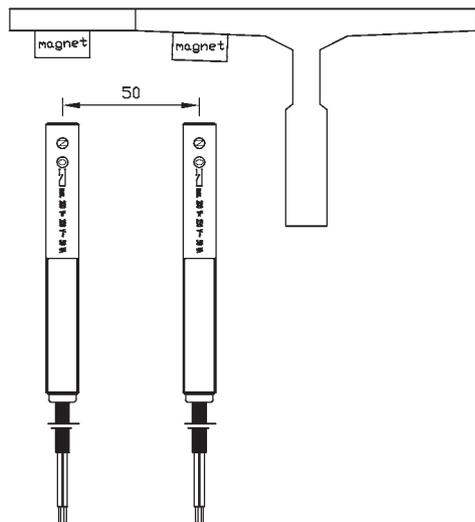

FIG. 1
Anche i sensori della serie C, sia monostabili che bistabili, possono risentire dell'interazione di magneti posti nelle vicinanze. Si consiglia di mantenere sempre una distanza minima tra i magneti di 50 mm (Fig. 1) che può arrivare fino a 70mm nel caso dei sensori più sensibili (sigla identificativa del contatto = 1A). L'unico caso in cui è esclusa qualsiasi interazione, che è anche fortunatamente quello più comune, è quello in cui i due magneti siano posti sui due lati della guida come mostrato in figura 2.
*The activation distance from the magnet MFA 020 004 010 fixed on a rail is about 30 mm, however it is suggested a working distance of 20 mm (B) that it doesn't have to go down below the 10 mm (C); if two magnets are close to each other, a mutual distance of 50 mm (A) is recommended.*
*Also the C series sensors, monostables and bistables, can suffer some interaction by magnets set in the proximities. We advise to always maintain at least 50 mm (Fig. 1) distance among the magnets up to 70mm for the most sensitive sensors (identification initials of the contact = 1A). The only case in which any interaction is excluded, fortunately the most commune, is when the two magnets are set on the two sides of the rail as shown in figure 2.*